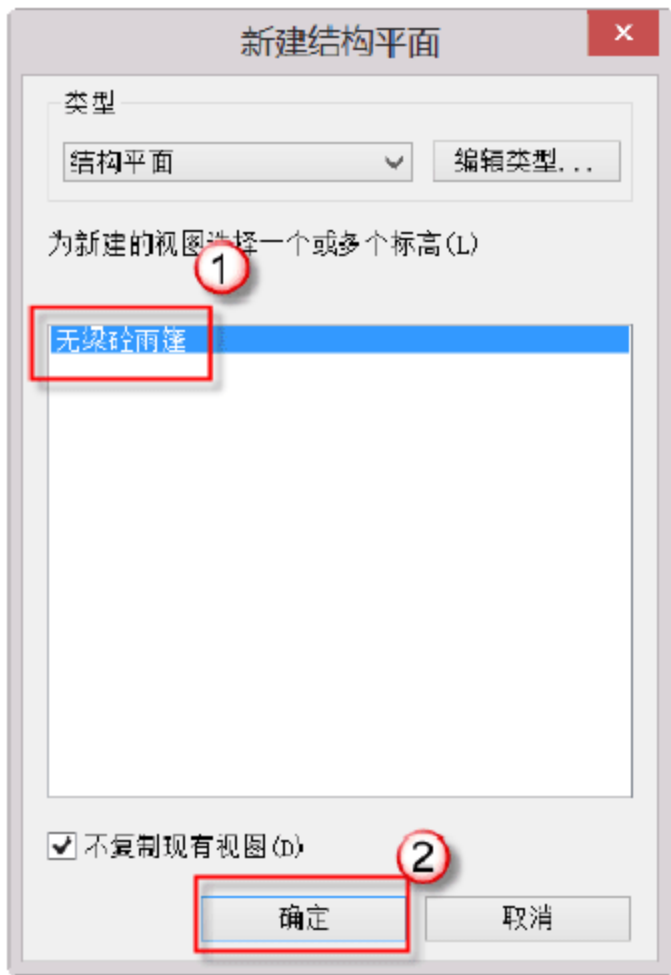
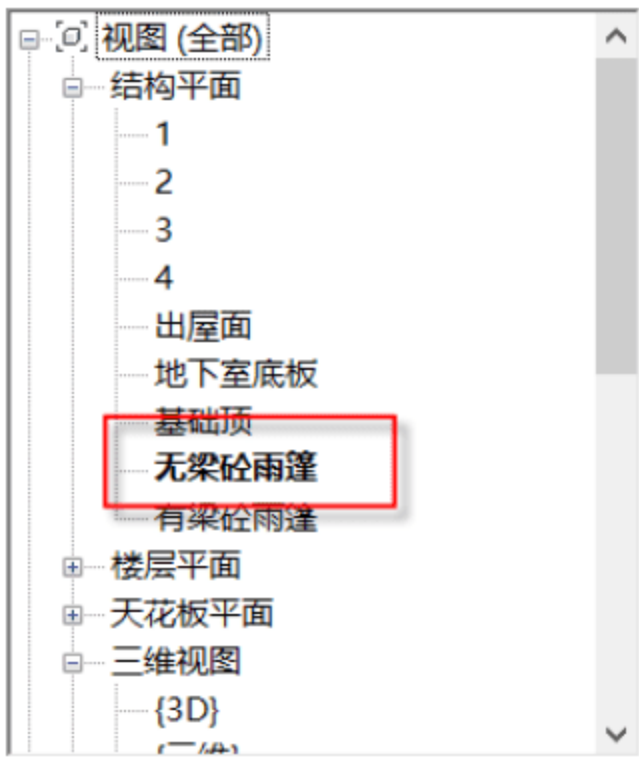

图 5.3.24 “新建结构平面”对话框
图 5.3.25 查看平面信息
(2) 创建无梁混凝土雨蓬层结构平面。选择“视图”→“平面视图”→“结构平面”命令，在弹出的对话框中选择“8”标高，单击“确定”按钮，如图 5.3.24 所示。在“项目浏览器”面板中可观察到生成的有梁混凝土雨蓬层，如图 5.3.25 所示。